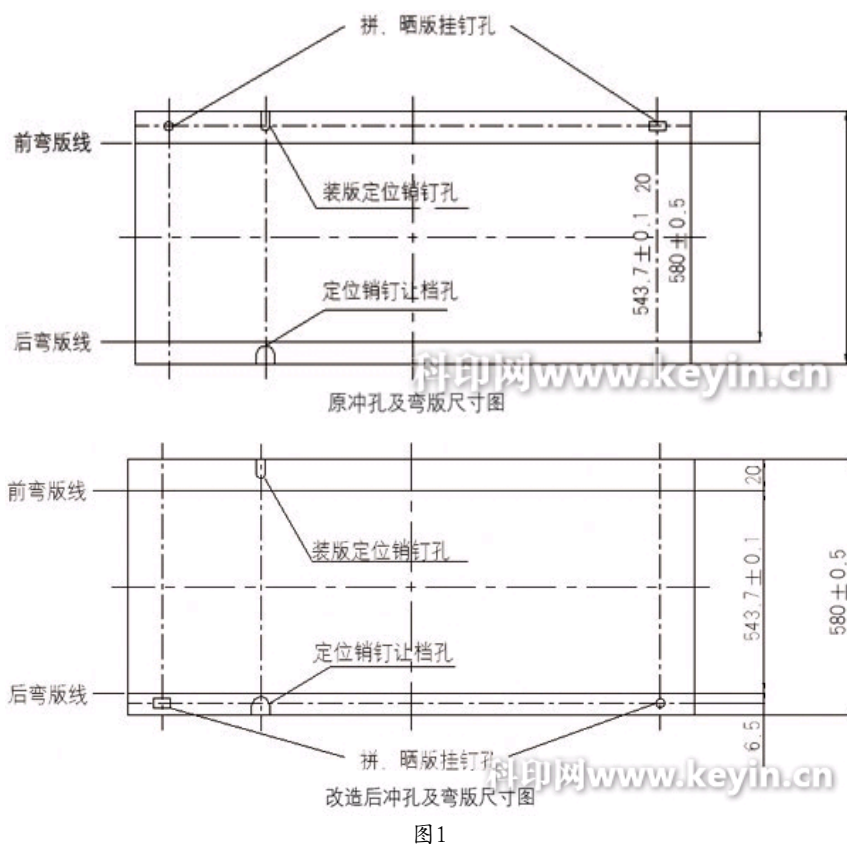

图1
由于维发机与北人机三角板方向相差180°，拼版版序也相差180°，若以维发机作为标准，拼版台纸拼出的胶片晒版，需要将印版旋转180°后才能使用，因此，通过改变印版前后弯版位置，即将叼口定位变成拖梢定位就可以将印版旋转180°，同时冲孔机的冲头位置按图1所示进行调整。
(1) 由于拼版和晒版定位孔为长方形，只要中心孔距误差在5mm以内，定位孔冲头就不需要调整。北人冲孔机所冲出的定位孔中心距为733.5mm，和维发冲孔机所冲出的定位孔距735.5mm只相差2.0mm，因此，本方案中并不需要将拼版和晒版定位孔冲头移位。
(2) 由于前、后弯版位置对调后，印版装版定位销孔和定位销让档孔的冲头需按照图1所示位置进行对换，即将两个冲头分别移至以图纸中心点为对称点的位置上。但是由于北人机所配置的冲孔机为手动打孔机，前、后弯版位上的各种定位孔需要经过两次定位打孔才能完成，改造前由于拼版和晒版定位孔和装版定位孔同位于前弯版区域，是同时定位打孔，因此，不会影响到印刷时的色彩套准。而改造后的打孔机，由于拼版和晒版定位孔和装版定位孔分别位于前、后弯版区域，须经过两次定位打孔，由于定位偏差，印刷过